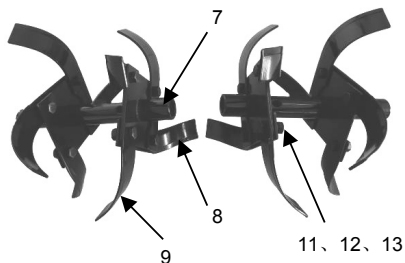

Figura 3
1. Fare riferimento alla Figura 3 per serrare il supporto della lama e la lama.